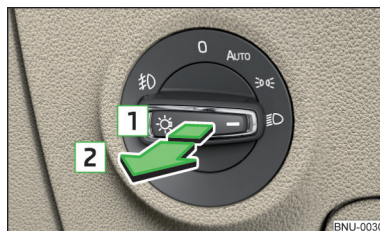

Fig. 61
- ✓ El interruptor de luz se encuentra en la posición **AUTO**, **☞** o **Ⓜ** » fig. 61.